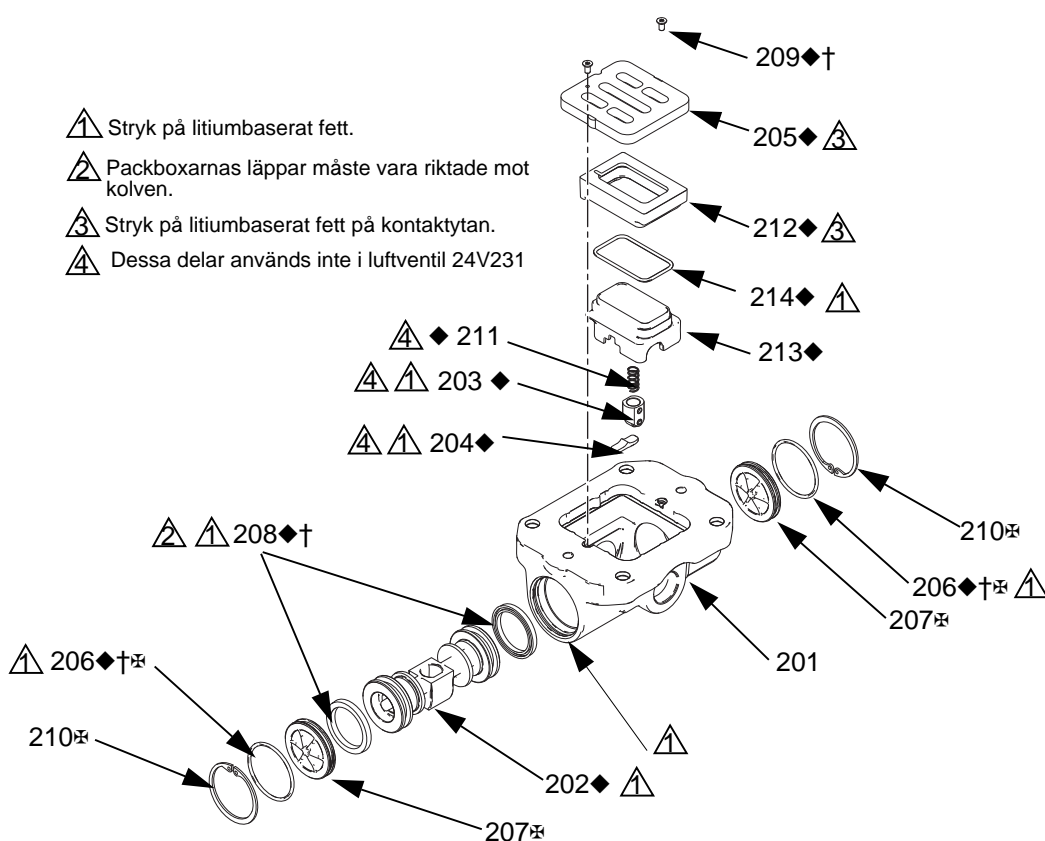

FIG. 2. Montering av luftventil
2. Se FIG. 2. Använd en torx-mejsel (T8 för mittsektioner av aluminium, T10 för mittsektioner av plast) för att ta bort två skruvar (209). Ta bort ventilplatta (205),koppenhet (212–214), fjäder (211), och hållarenhet (203).
3. Dra av koppen (213) från basen (212). Ta bort o-ringens (214) från koppen.
4. Se FIG. 2. Ta bort hållarringen (210) från luftventilens båda ändar. Använd kolven (202) och tryck ut ändlocket (207) ur ena änden. Ta bort packboxen (208). Dra ur kolven ur änden och ta bort den andra packboxen (208). Ta bort det andra ändlocket (207) och o-ringarna (206).
5. Ta bort hållarkammen (204) från luftventilshuset (201).